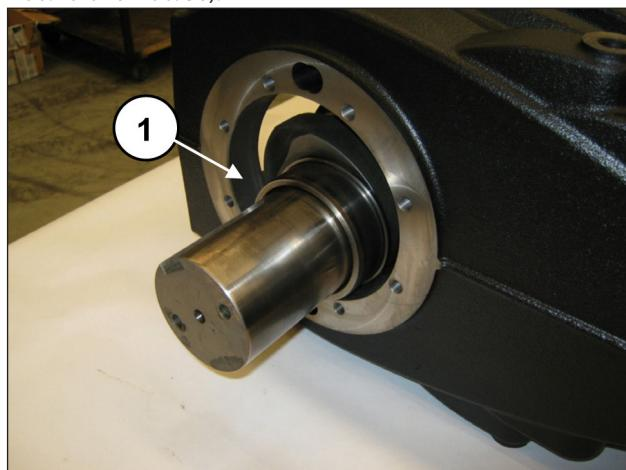
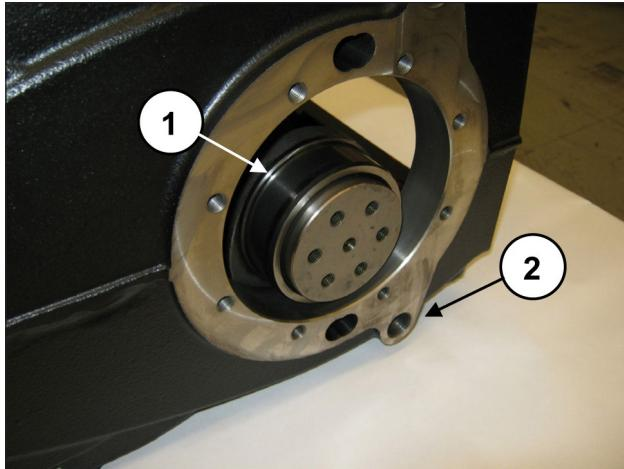

Abb. 49
Abb. 50
Bauen Sie die Kurbelwelle unbedingt mit der Zapfwellenseite entgegengesetzt zu den Bohrungen G1/2" für die Ölabblassverschlüsse des Pumpengehäuses ein (Pos. ②, Abb. 50).
Führen Sie die Welle vollständig in das Gehäuse ein (Pos. ①, Abb. 49 und Abb. 50).